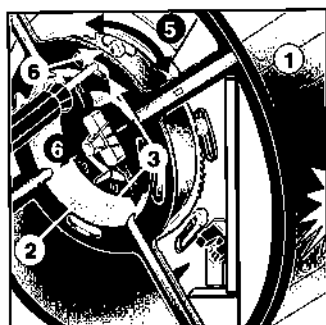

Bild 2: Motorjustage
- Die "Fahne" (4) 1 Schritt neben die Lichtschranke (A) stellen. Einstellung mit den Gerätetasten.
- Motorblech verdrehen (5) siehe Bild 2, bis die "Fahne" (A) und das Lichtschrankengehäuse bündig zueinander stehen (Position 1).
- Schrauben (6) vom Motorblech festdrehen (siehe Bild 2).